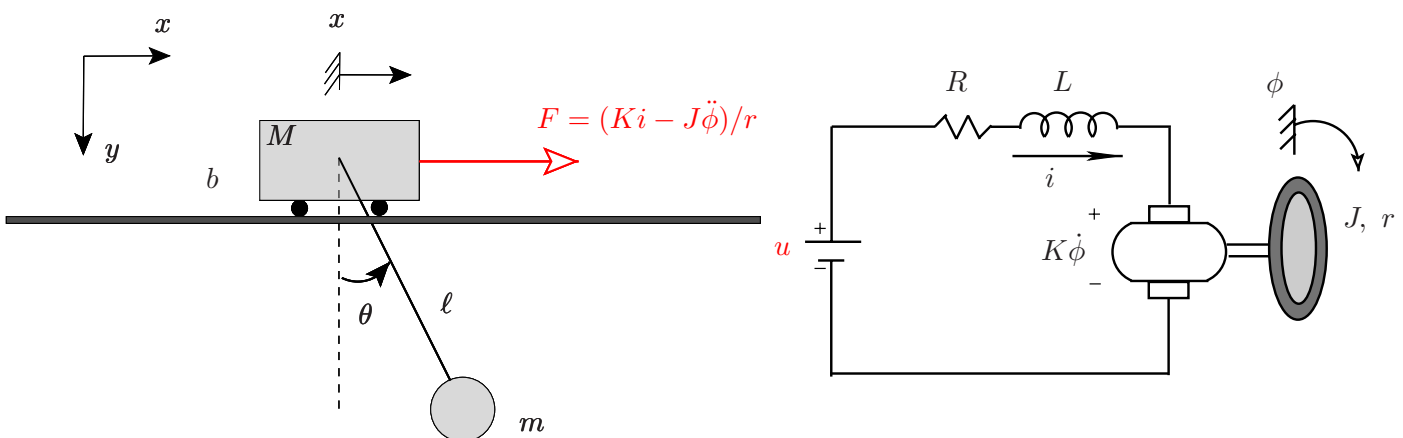

Figura 1: Carro-pêndulo
Um equipamento muito presente na indústria é a ponte rolante. Ela é utilizada para deslocamento de cargas grandes e pesadas que não podem ser movidas facilmente de forma manual. Composta por trilho, carro e talha, pode ser modelada como um sistema carro-pêndulo apresentado na Figura 1.
Este sistema consiste de um pêndulo, composto por uma haste de massa desprezível de comprimento ℓ e uma esfera de massa m , acoplado a um carro de massa M . Como pode ser observado na Figura 1, a medida que o carro desloca-se em x sobre a ação de uma força horizontal F , o pêndulo realiza um deslocamento angular θ . Considere que o atrito viscoso entre o ar e o carro é denotado por b . Nosso objetivo é realizar o projeto de um controlador $C(s)$ de forma a levar o carro para uma posição de referência $x_{ref}(t) = 10$ [m]. A ideia é sintetizar a força $F(t)$ que é transferida ao carro a partir da aplicação de uma tensão $u(t)$ no motor, processando-se o erro entre $x_{ref}(t)$ e $x(t)$. Considere que não existe escorregamento entre o motor e o trilho, ou seja, $x(t) = r\phi(t)$ e que a indutância do motor é desprezível $L \approx 0$.
1. Determine o modelo matemático não linear em função de $x(t)$, $\theta(t)$ e da entrada $u(t)$ utilizando o referencial proposto na Figura 1.